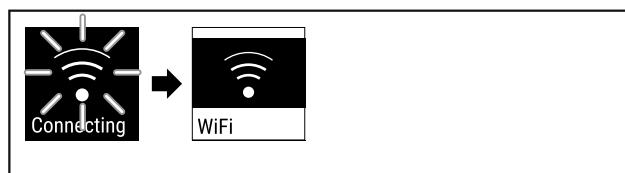

Fig. 86
- ▶ Połączenie zostanie utworzone (patrz Fig. 86).